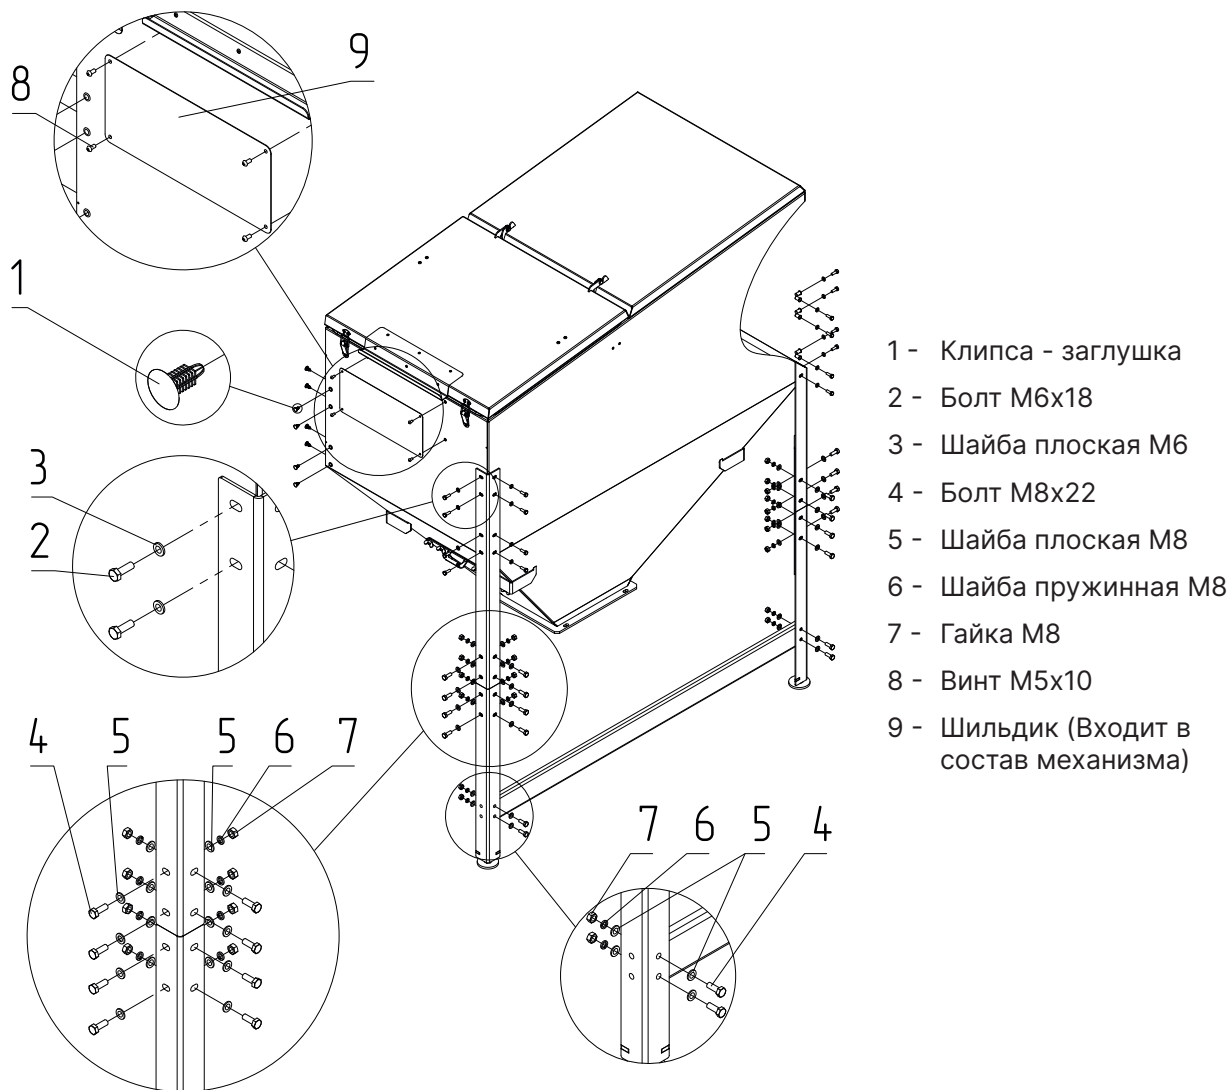

Рис.12 Сборка бункера
2. Закрепите верхние уголки, используя крепежи (Рис.12, поз.2, 3), установите клипсы-заглушки (Рис.12, поз.1) в неиспользуемые отверстия;
5. Соберите верхние части опор с нижними используя крепежи (Рис.12, поз.4, 5, 6, 7);
6. Установите горизонтальную перегородку, используя крепежи (Рис.12, поз.4, 5, 6, 7);
7. Установите шильдик (Рис.12, поз.9) и зафиксируйте его винтами (Рис.12, поз.8).